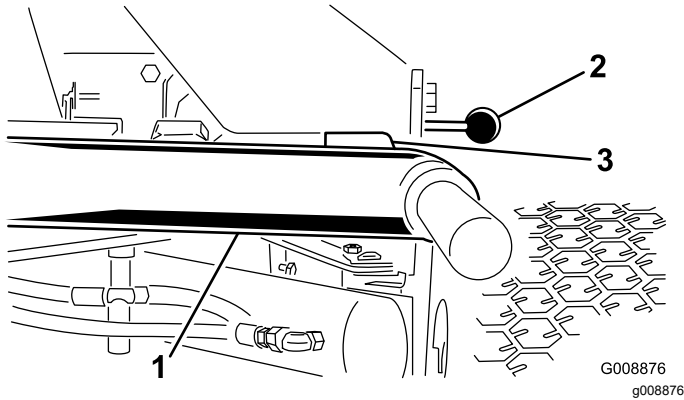

Figura 11
1. Arranque el motor, eleve las unidades de corte y compruebe que la holgura entre cada brazo de elevación y el soporte de la chapa de suelo es de 5 a 8 mm (Figura 11).